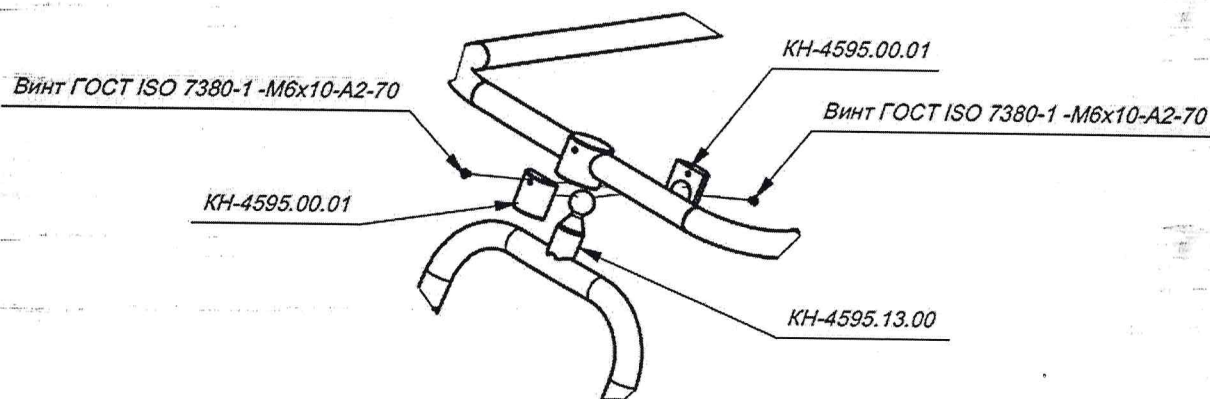

Рис. 16 Схема соединения элемента вращения КН-4595.13.00 с верховиной КН-4595.12.00 (Узел С на Рис. 14)
6.14. Соединить элемент вращения с верховиной согласно схеме на Рис. 16.
- 6.15. Соединение элемента вращения КН-4595.13.00 с опорой КН-4595.10.00 (нижний узел вращения) осуществляется аналогично схеме на Рис. 16.